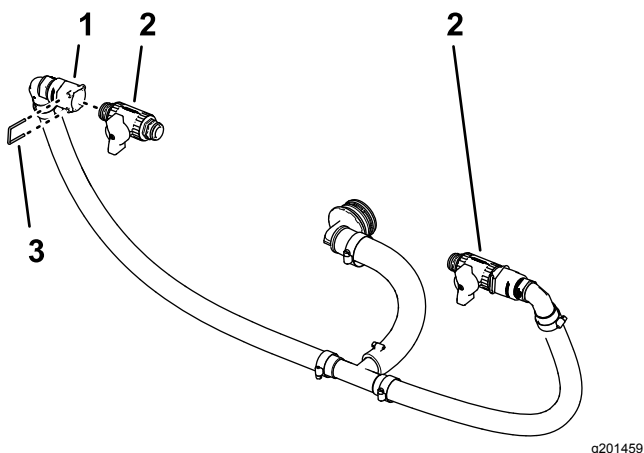

Figura 91
1. Retire os dois retentores das uniões de desligação rápida (Figura 91) que montou em Montar os tubos de distribuição \(página 41\).
2. Monte a válvula de corte na tomada da união de desligação rápida Figura 91.